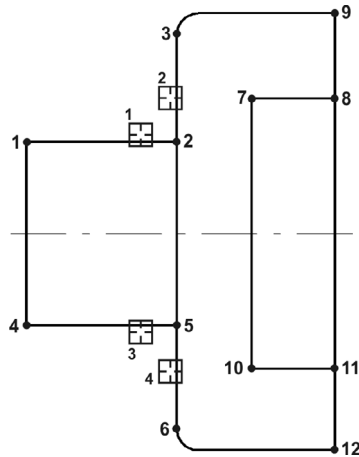

Рис. 13.21. Указание объектов для построения скруглений
4. В ответ на запрос системы **Укажите первую кривую для построения скругления** укажите курсором на отрезок 1–2 в окрестности точки 2 (рис. 13.21, курсор 1).
5. В ответ на запрос системы **Укажите вторую кривую для построения скругления** укажите курсором на отрезок 3–6 немного выше точки 2 (рис. 13.21, курсор 2).